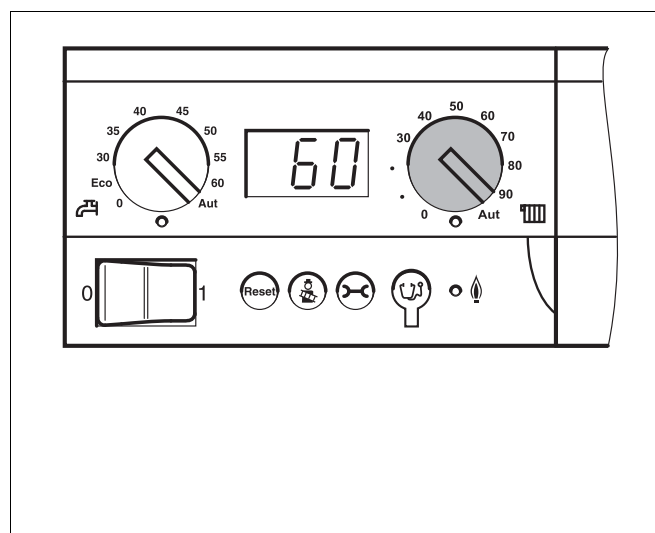

Fig. 12 Manopola "temperatura massima della caldaia"
- Ruotare la manopola (fig. 12) per impostare la temperatura massima dell'acqua di caldaia (temperatura di mandata della caldaia).